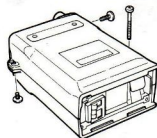

Fig 2.
4. Extraiga los tres tornillos que sostienen la parte delantera y trasera de la caja. (Fig.2)